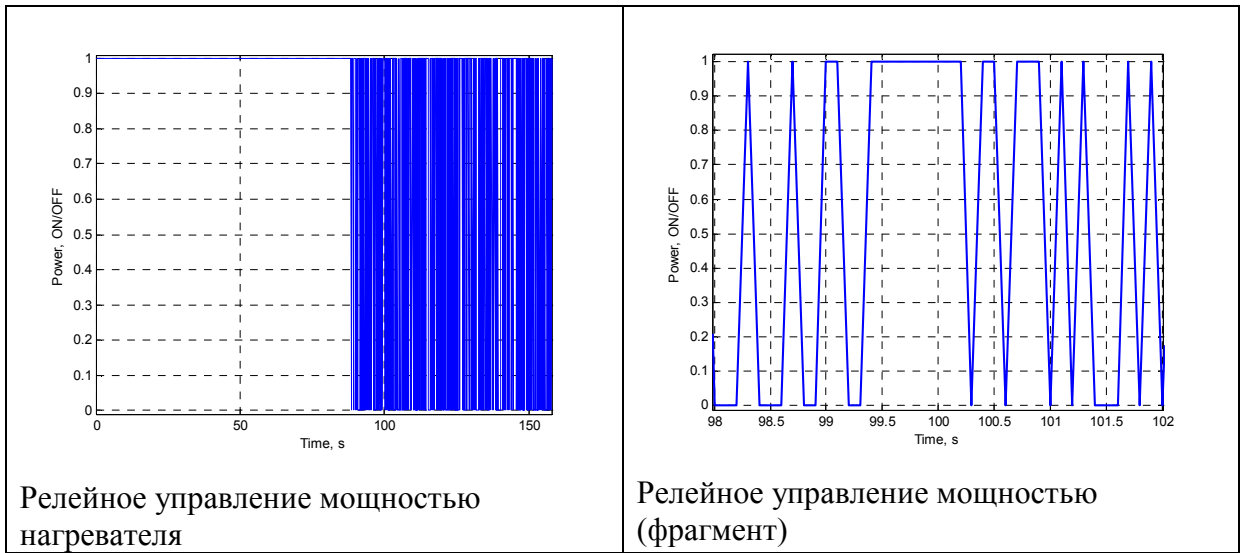

Рис. 11. Результаты тестирования системы термостатирования
1. Почему показания датчика температуры (см. Рис. 11) имеют дискретный характер?